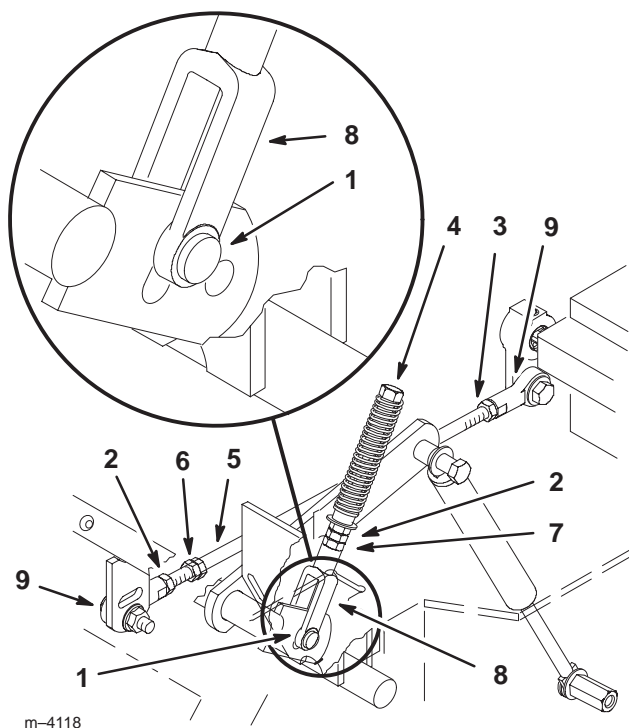

Figure 50
6. Tirez-le ensuite en arrière jusqu'à ce que l'axe de chape (situé sur le bras au-dessous de l'axe de pivot) touche l'extrémité de la fente (c.-à-d. commence juste à appuyer sur le ressort) (Fig. 50).
8. Si un réglage s'impose, desserrez l'écrou et l'écrou de blocage vissés contre la chape (Fig. 50).
- Serrez l'écrou et l'écrou de blocage (Fig. 50).
1. Desserrez les contre-écrous sur les rotules de la tige de commande de la pompe (Fig. 50).
3. Réglez la longueur de la tige de pompe en tournant les doubles écrous dans le sens voulu, jusqu'à ce que la roue soit immobilisée ou tourne légèrement en marche arrière (Fig. 50).
6. Serrez les écrous contre les rotules (Fig. 50).